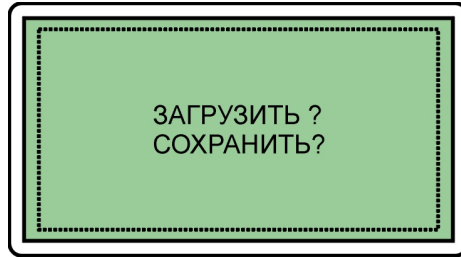

Рис. 6.8 Сохранение/загрузка программы
6.12.2.2 Кнопками "↑", "↓" установить курсор на нужную программу и нажать кнопку "←" ВВОД, при этом на дисплее дефектоскопа появится запрос на сохранение или загрузку программы (рис. 6.8).